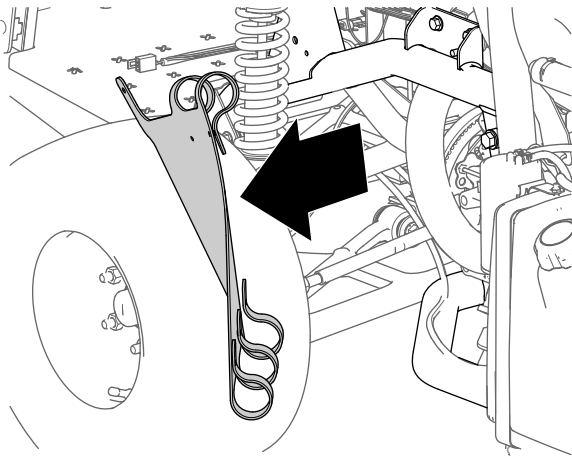

Figure 11
5. Déposez la doublure d'aile de la machine (Figure 11).